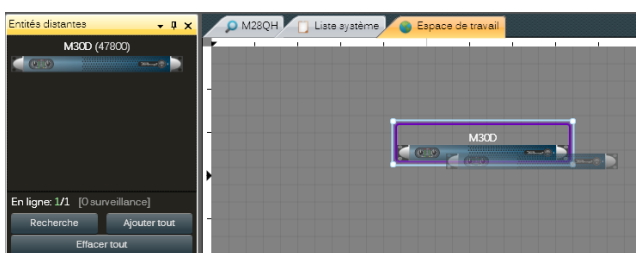

FIGURE 23 : Déposez l'appareil découvert sur l'appareil virtuel ; lorsque la flèche apparaît, relâchez le bouton de la souris.
2. Glissez l'appareil à distance depuis l'espace de travail vers l'appareil virtuel (voir FIGURE 23).